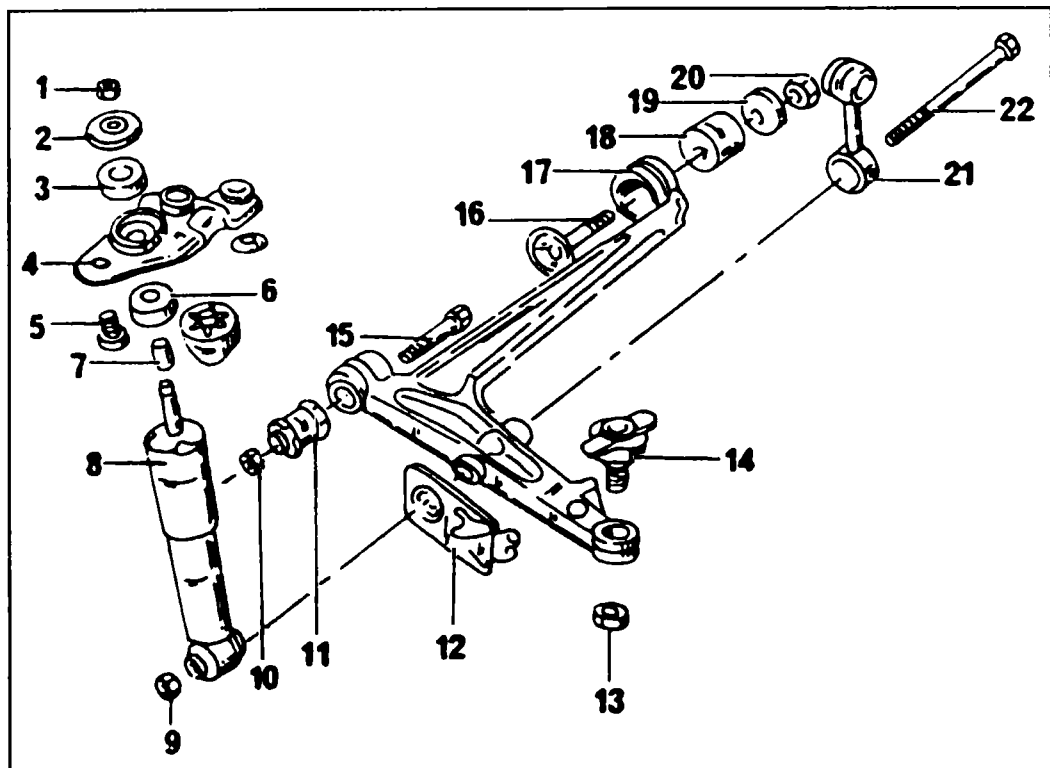

Рис. 7.13 Крепление нижнего поперечного рычага
Способ крепления нижнего поперечного рычага показан на рис. 7.13. Обратите особое внимание на то, что в заднем узле крепления рычага помещено устройство регулировки угла опережения поворотного кулака. Оно состоит из эксцентрикового болта М12 (16) с одной стороны и эксцентриковой шайбы (19) с другой. Если гайка болта (16) была отвинчена по какой-либо причине (например, при демонтаже нижнего поперечного рычага), то болт (16) следует заменить. Болты нижнего рычага затягивайте после того, как автомобиль поставлен на колеса и под тяжестью автомобиля резинометаллическая втулка (сайлент-блок) заняла рабочее положение.
- ◆ Устанавливается рычаг в обратной последовательности. Моменты затяжки приведены в пояснениях к рис. 7.13. Гайки переднего и заднего подшипника затяните только после того, как автомобиль снят с опор.
- ◆ Гайку (20) затяните моментом 75 Нм и еще на четверть оборота (90°).
щий опору, служит также для крепления амортизатора. Детально это соединение показано на рис. 7.13. Стабилизатор снимается следующим образом: